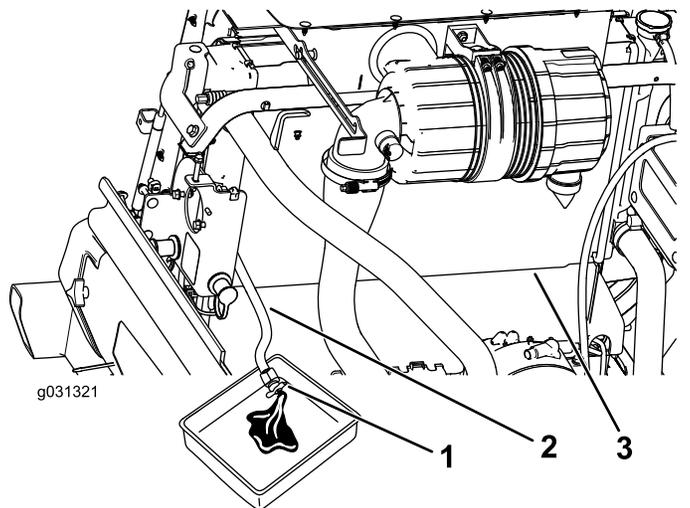

図 124
3. ラジエターからのドレンホースを容器の内部に入れ、ホースについているドレンバルブを開いて、冷却液を容器に回収する (図 124)。
4. ドレンホースのバルブを閉じる 図 124。